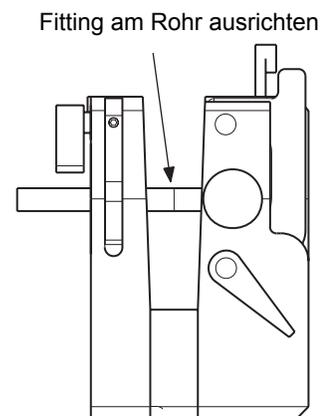

Abbildung 20 Micro-Fit-Fitting am Rohr ausrichten
8. Richten Sie den Micro-Fit-Fitting am Rohr aus. Siehe Abbildung 20.